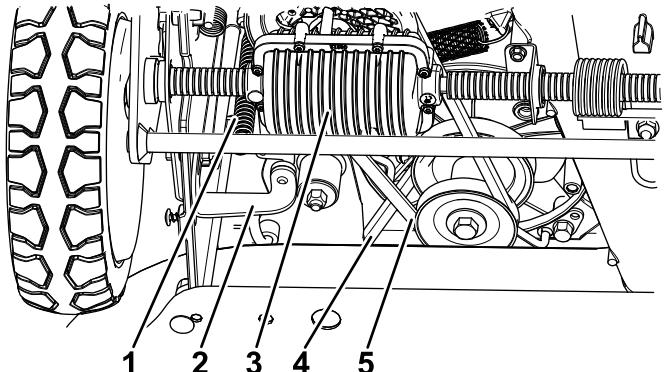

Figure 43
6. Desserrez le support et faites-le pivoter vers l'avant (Figure 43).